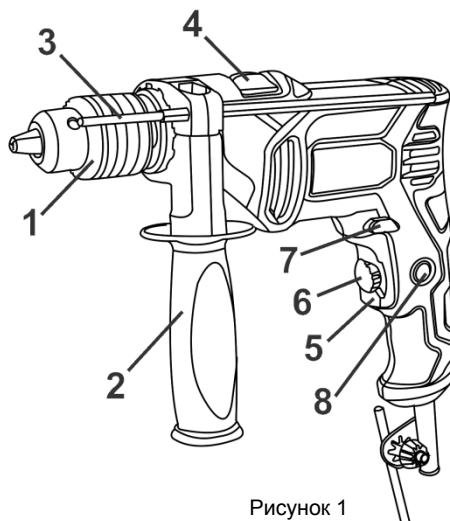

Рисунок 1
- 3.4.1 Изделие имеет два режима работы: ударно-вращательный и вращательный. Переключение режимов работы изделия осуществляется переводом переключателя (4) (см. рис.1) из одного крайнего положения в другое в сторону соответствующего символа режима работы:
- Ударно-вращательный режим – переключатель (4) должен быть переведен до упора в сторону символа
- Вращательный режим – переключатель (4) должен быть переведен до упора в сторону символа
5.2 Выберите необходимый режим работы изделия с помощью переключателя (4) (см. рисунок 1).
Переключение режимов работы изделия осуществляется переводом переключателя (4) (см. рис.1) из одного крайнего положения в другое в сторону соответствующего знака режима работы: